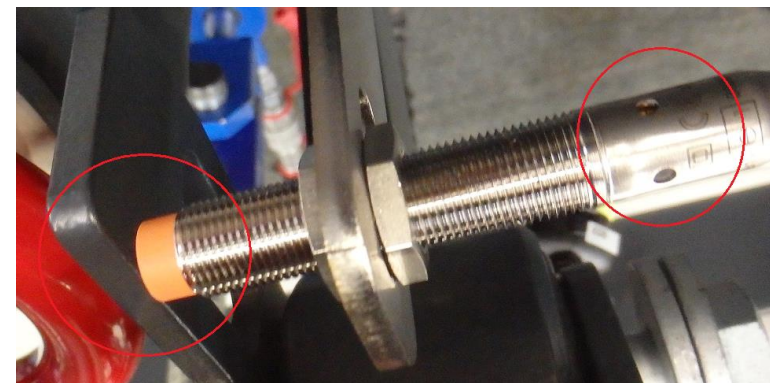

Abbildung 4
- 10) **Abbildung 4: Adjustment**